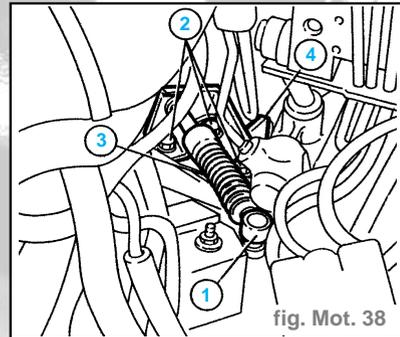

fig. Mot. 38
- Dégager l'embout (1) de sa rotule, dévisser les vis de fixation (2), écarter ensuite de la B.V. la transmission souple (3) de sélection des vitesses ainsi que l'étrier de support (4) (fig. Mot. 38).